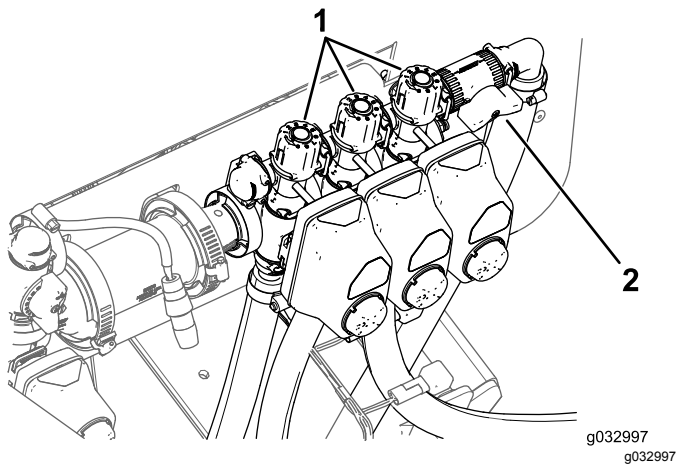

Figure 46
- Désactivez la rampe gauche et réglez le bouton de dérivation des rampes (Figure 46) jusqu'à ce que la pression revienne au niveau précédent.
11. Réglez le bouton de dérivation de rampe droite (Figure 46) jusqu'à ce que la pression revienne au niveau précédent.
13. Réglez le bouton de dérivation de rampe centrale (Figure 46) jusqu'à ce que la pression revienne au niveau précédent.